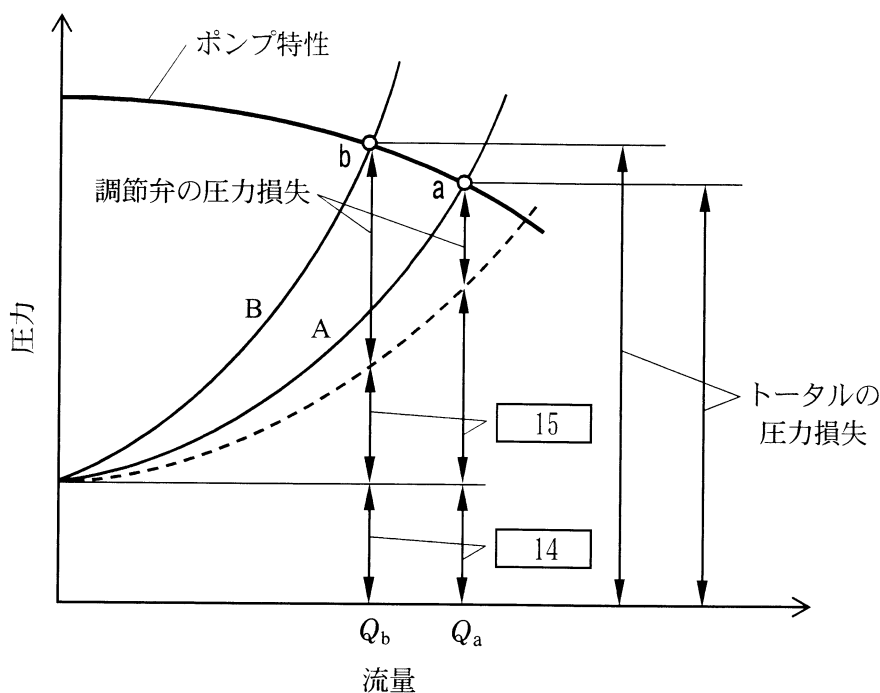

図2 ポンプの流量特性曲線
(2) 流量制御などの制御系の操作部として調節弁を使用することが多い。工業用に最も多く使用される渦巻ポンプを用い、横軸を流量、縦軸を圧力とした図2のポンプの流量特性曲線でその原理を示す。図は、対象となる搬送系の [14]、[15]、調節弁の圧力損失、及びそれら3つのトータルの圧力損失の線も示している。